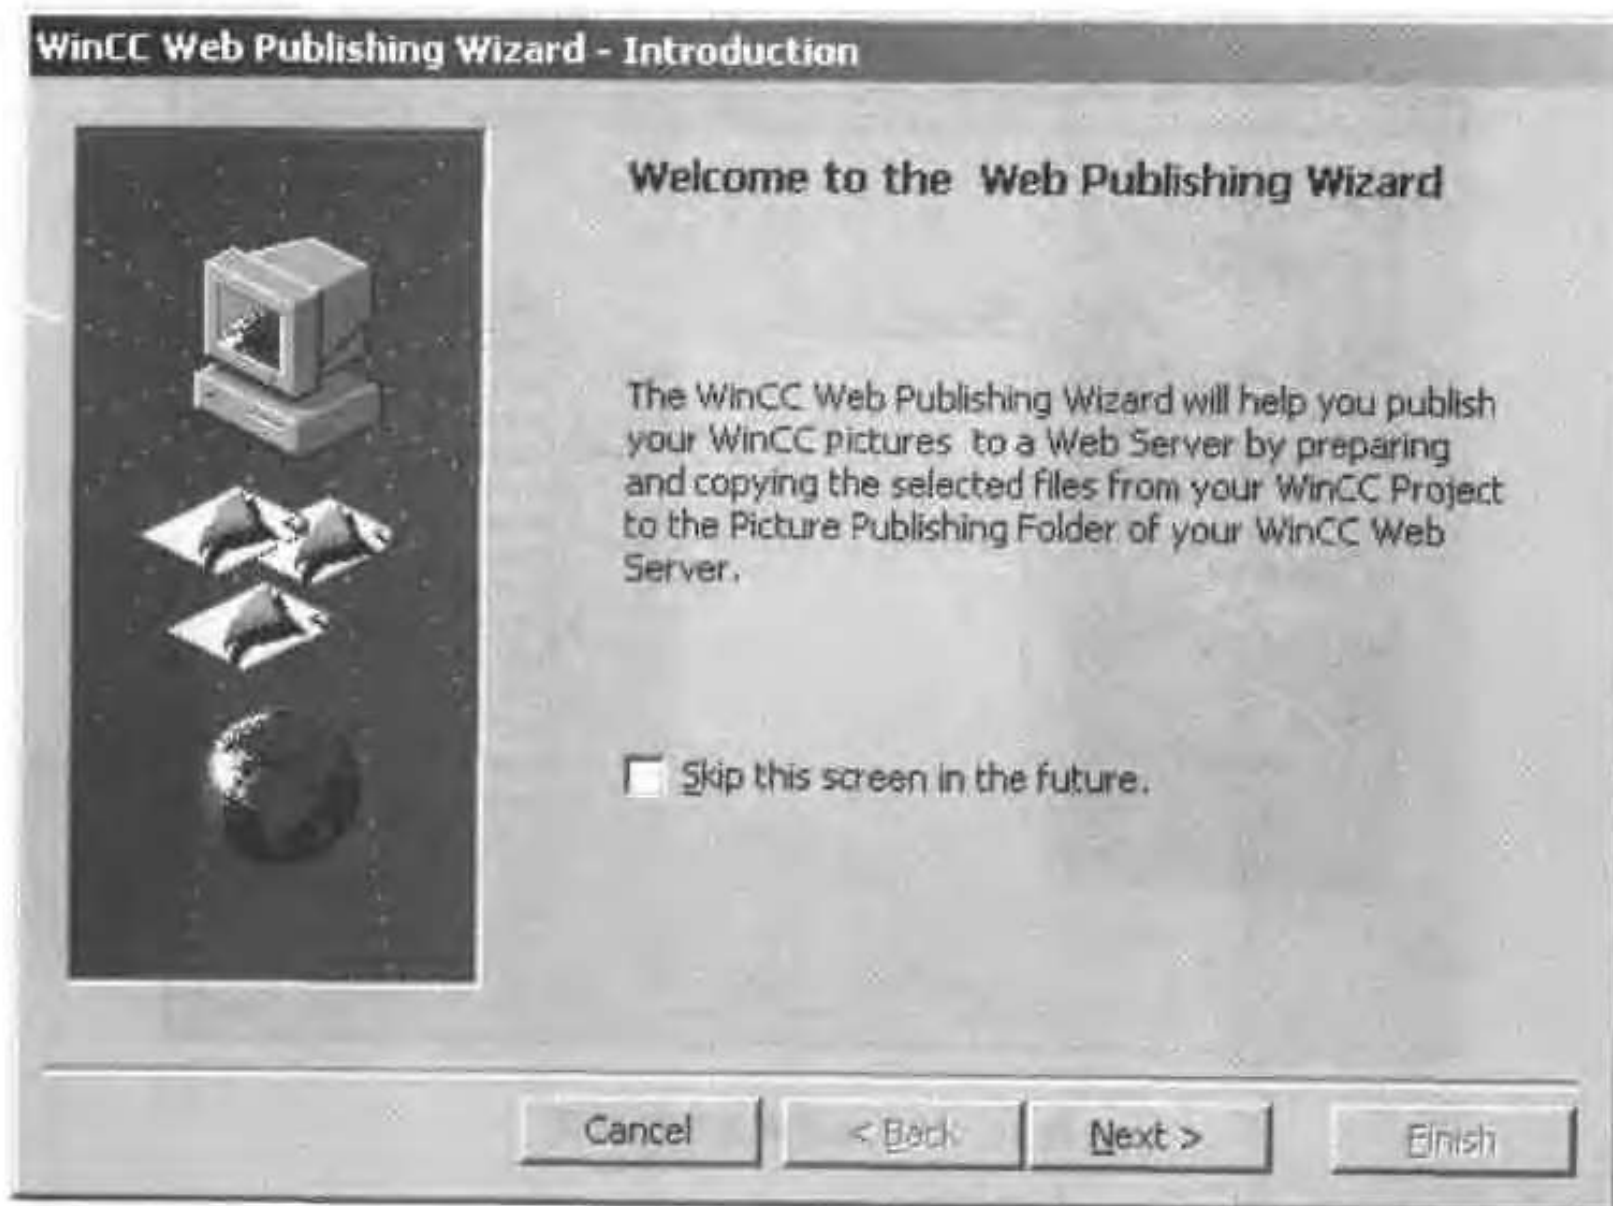

图 15-17 页面发布向导起始画面
- 在快捷菜单中,单击 Web View Publisher 命令,出现如图 15-17 所示的画面。